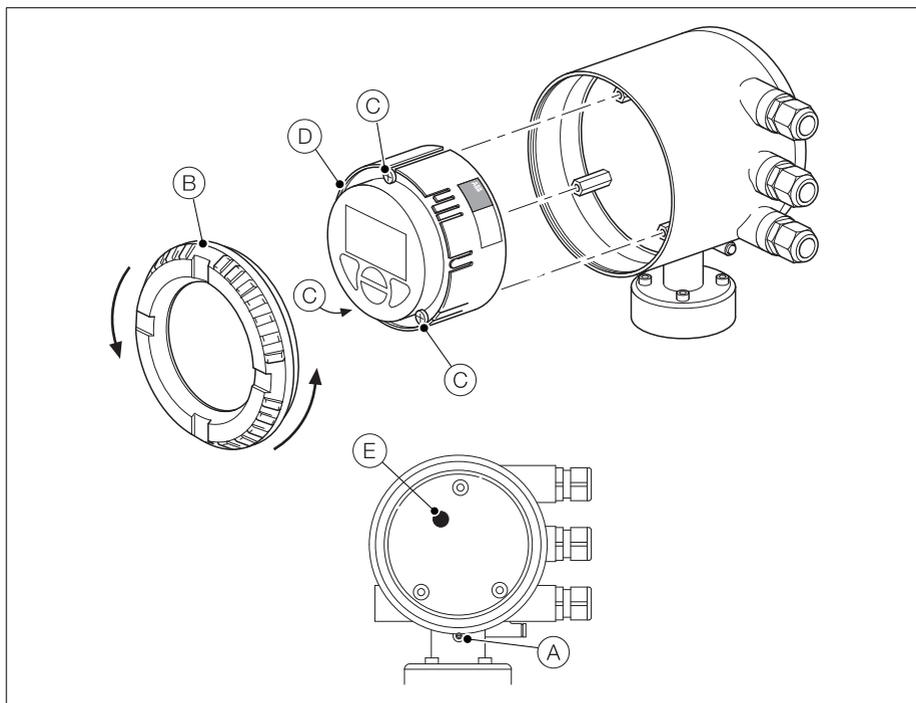

Fig. 4.14 Transmisor integral: Sustitución del fusible interno
2. Tomando como referencia la Fig. 4.14, atornille el tornillo de fijación (A).
3. Desatornille y retire la tapa (B).
4. Afloje los tres tornillos (C) del cartucho y extraiga el cartucho (D) de su alojamiento.